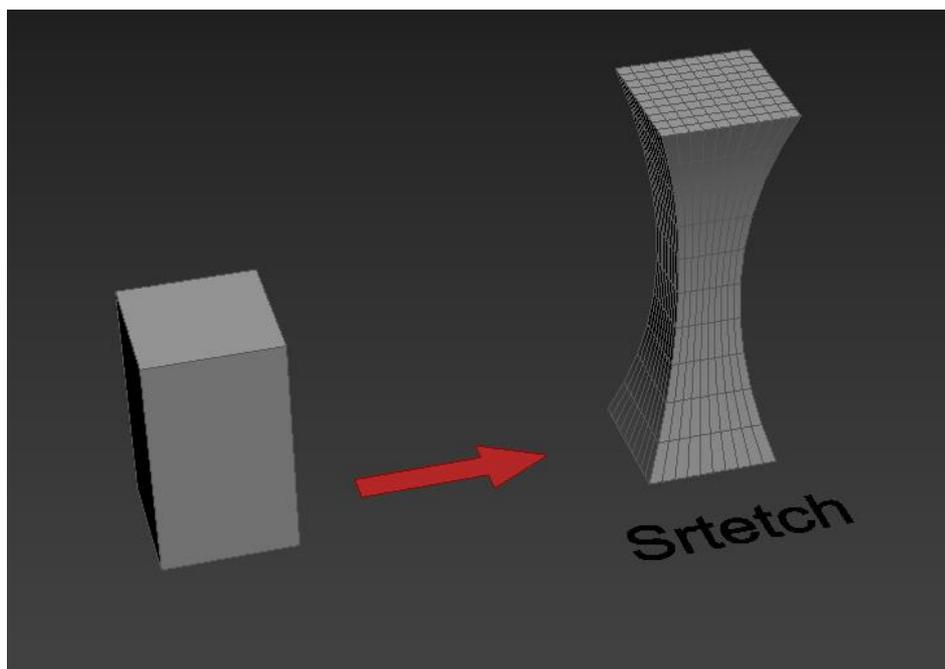

Рис. 33
**Модификатор «Stretch»** (Растягивание) – позволяет растянуть или сжать объект вдоль одной из осей, одновременно сжимая его по двум другим осям в обратном направлении (рис. 33).